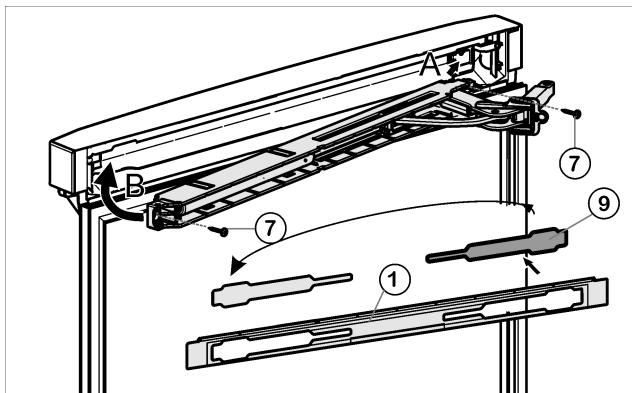

Fig. 16
- ▶ Suelte la cubierta *Fig. 16 (9)* del panel *Fig. 16 (1)* y vuélvala a colocar en el otro lado.
- ▶ Enganche (A) la unidad de amortiguador de cierre superior con la articulación en el lado de la bisagra y gírela hacia dentro (B).
- ▶ Atornille la unidad de amortiguador de cierre (2 Torx® 15) *Fig. 16 (7)*.